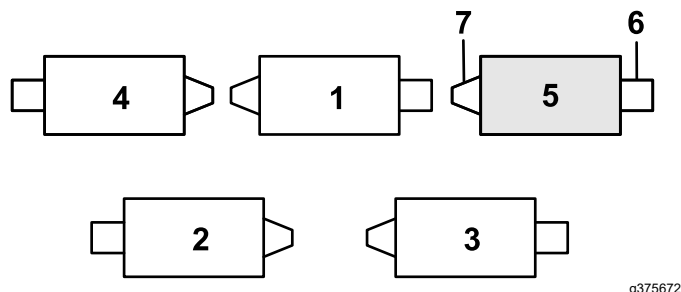

Bild 11
- Wenn der Splint im hinteren Loch der Kompensierungsfederstange installiert ist, entfernen Sie den Splint und setzen Sie ihn in das Loch neben der Halterung ein (Bild 11).